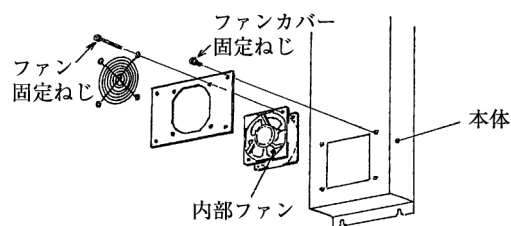

図2
2. 付属のパッキンを熱交換器本体の裏面、又はキャビネットの抜き穴加工部の内面に貼付けてください。(図2)
3. 貼付けたパッキンの表面、及びフードカバーの吸・排気口のパッキンの表面に付属のシーリング材を塗布してください。(図2、3)
- ①ファンカバーを外してください。（図2）
- ②プラグコード（電源線、アース線）をクランプより外してください。（図2）
- ③ファンよりプラグコードを引き抜いてください。次にファン固定ねじを外して、ファンを取外してください。（図2、3）